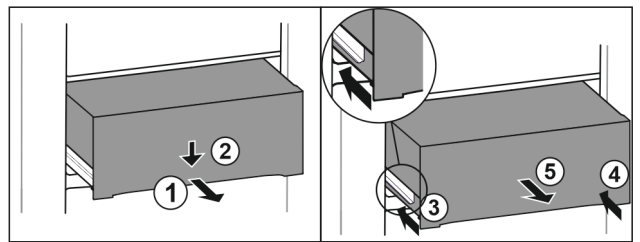

Fig. 77
- Tirer le tiroir jusqu'à mi-chemin. Fig. 77 (1)
- Appuyer sur l'avant du tiroir vers le bas. Fig. 77 (2)
- Insérer le rail gauche d'env. 2 cm. Fig. 77 (3)
- Insérer le rail droit d'env. 2 cm. Fig. 77 (4)
- Retirer le tiroir par l'avant. Fig. 77 (5)